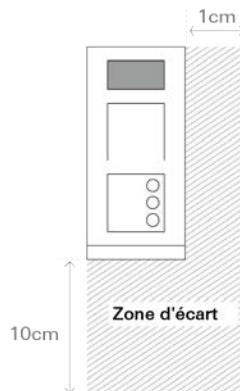

Fig. 4: Distances à respecter lors du montage de l'interphone extérieur
1.8 Installation des interphones extérieurs (fig. 4)